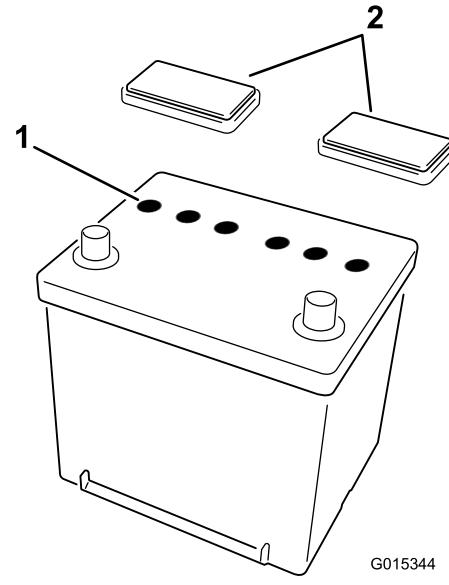

図 1
2. バッテリーの各セルのキャップを外す(図 1)。各セルの電極板が液面下6mm程度に水没するまで、電解液を慎重に入れる。
3. 電極板が液を吸収するまで20~30分間程度待つ。必要に応じて、電極板が6mm程度水没するぐらいに電解液を補充する(図 1)。